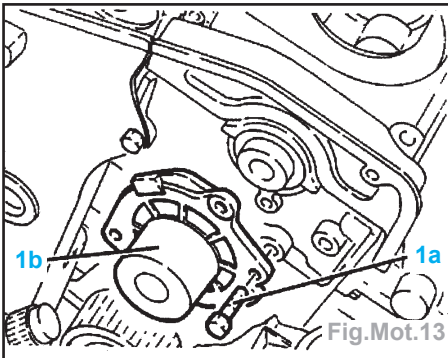

Fig.Mot.13
- la pompe à eau (1b) (Fig.Mot.13).